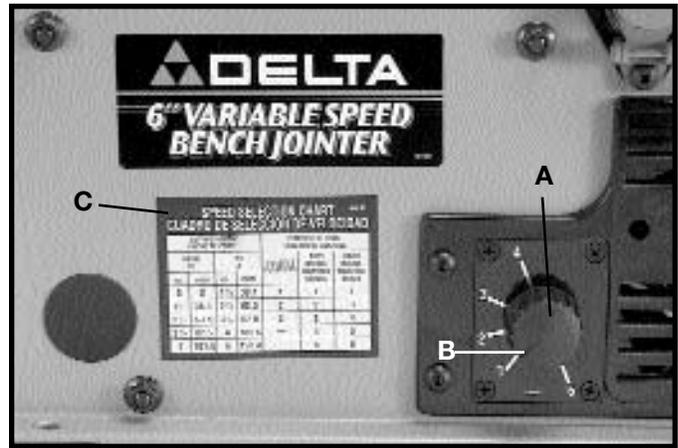

Fig. 23
Su machimbradora está equipada con una perilla de control de velocidad variable (A) Fig. 23 que le permite hacer uso de la máquina a velocidades del cabezal de corte entre 6000 y 11.000 RPM. Se proporcionan indicadores de velocidad de 1-2-3-4 y 5 sobre el cuadrante de velocidad, como lo ilustra la figura. Cuando el indicador (B) apunta a 1, la velocidad del cabezal de corte será de 6000 RPM; 2 - 7250 RPM; 3 - 8800 RPM; 4 - 9750 RPM; y 5 - 11.000 RPM.
Un cuadro de control de velocidad (C) Fig. 23 indica la velocidad recomendada para el cabezal de corte durante el machimbrado de plásticos, maderas suaves y maderas duras desde 1-1/2 a 6 pulg. de ancho.